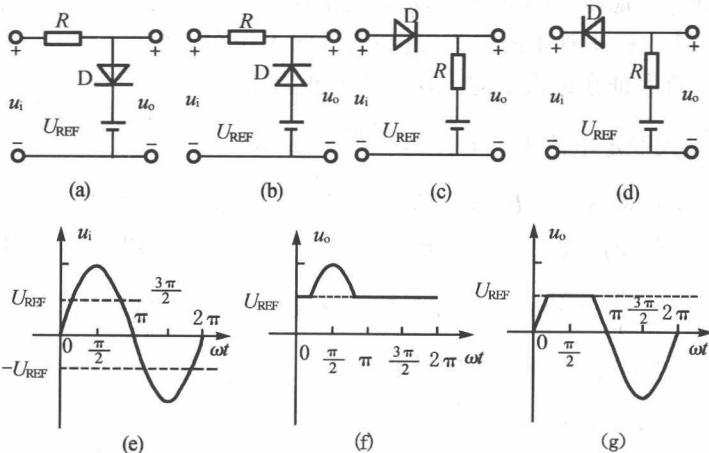

图 15.10
15.2.4 如图 15.10(a)、(b)、(c)、(d) 所示的各限幅电路中, 设二极管是理想的, 试画出当输入电压 u_i 为图(e) 所示的正弦信号时, 各自的输出电压波形。